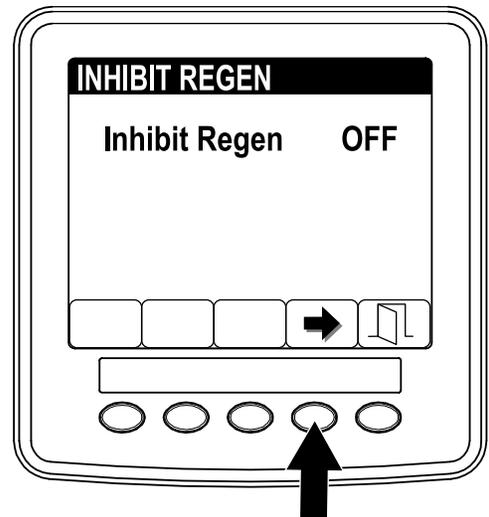

Figure 13
3. Appuyez sur le bouton 4 pour changer l'option d'interdiction de régénération de On (activée) à Off (désactivée) (Figure 13) ou inversement.